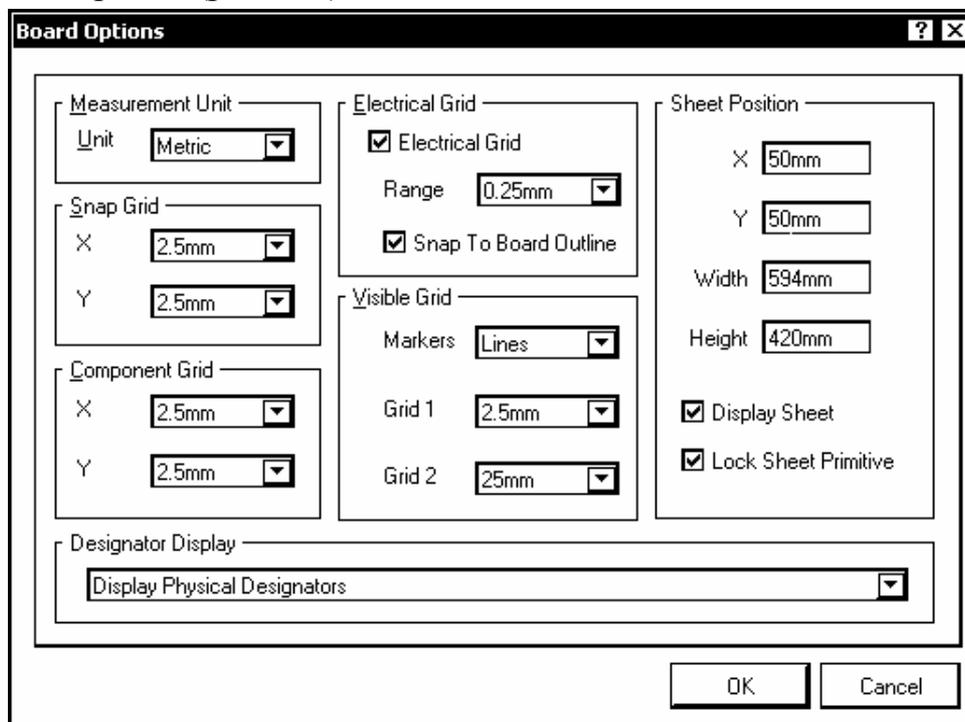

Рис. 4.6
2. Активизировать команду главного меню Design>>Board Options или щелчком правой клавиши мыши в поле графического листа активизировать контекстное меню и указать в нем последовательность команд Options>>Board Options. Открывается диалоговое окно управления свойствами листа Board Options (рис. 4.6).
При разработке проекта для размещения компонентов и других объектов на поле печатной платы назначаются сетки. Управление формированием сеток выполняется по команде главного меню Design>>Board Options (“горячие” клавиши D,O), либо из контекстного Pop-up меню, вызываемому щелчком правой клавиши мыши в поле открытого листа проекта, выбором в этом меню подкоманд Options>>Board Options, Sheet или Grids. Во всех случаях открывается диалоговое окно Board Options (рис. 4.6).